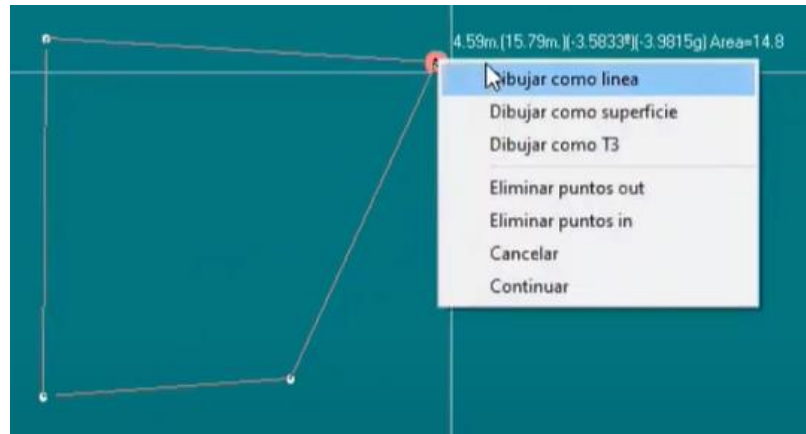

Figura 186. Menú.
42. Dar clic en orden y en secuencia de las manecillas del reloj sobre todos los vértices importados. Al cerrar la poligonal aparecerá un menú de opciones, seleccionar “Dibujar como línea”. Figura 186.